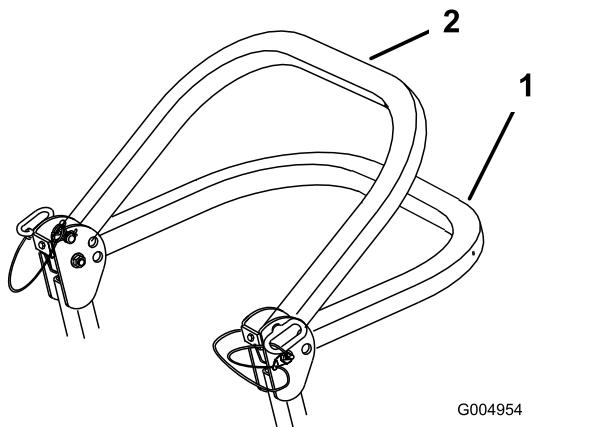

Рисунок 8
2. Опустите защитную дугу в нижнее положение (Рисунок 8).
**Примечание:** Имеются два нижних положения; см. Рисунок 8.